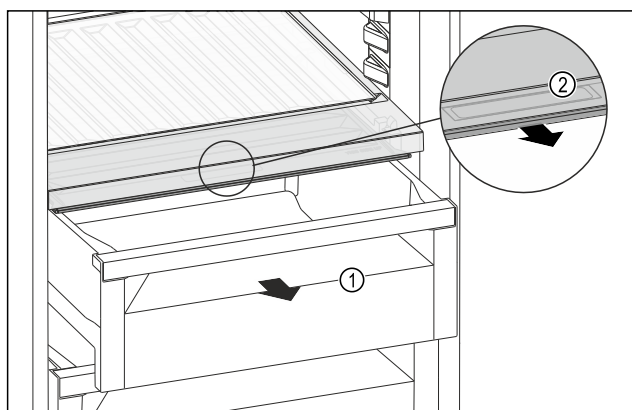

Fig. 238
- ▶ Izvucite ladicu Fig. 238 (1).